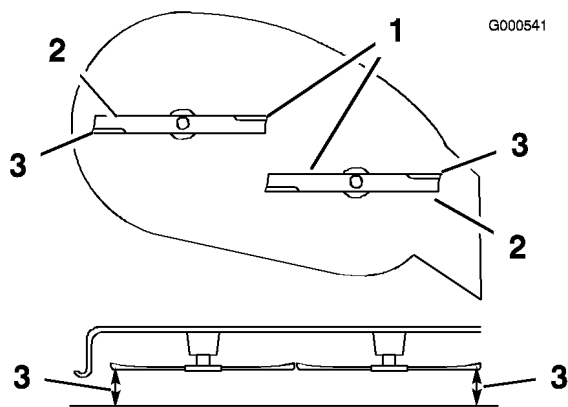

Bild 41
5. Drehen Sie die Schnittmesser vorsichtig von einer Seite zur anderen (Bild 41). Messen Sie den Abstand zwischen den äußeren Schnittkanten und der ebenen Oberfläche (Bild 41). Wenn beide Messwerte nicht innerhalb von 5 mm liegen, ist eine Einstellung erforderlich. Machen Sie mit diesen Schritten weiter.